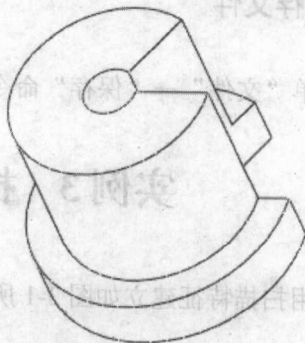

图 2-5
(6) 单击预览按钮，结果如图2-5所示，单击旋转特征操控板中的  按钮，完成本次旋转特征的建立。